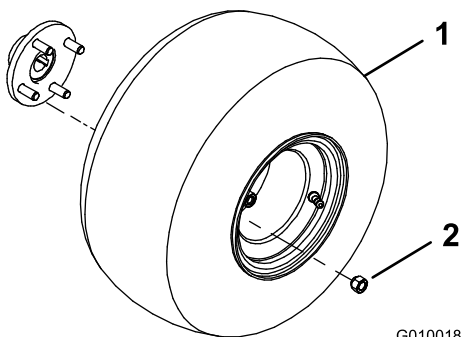

Figure 4
2. Fixez une roue sur chaque moyeu de roue arrière avec les 4 écrous de roue (Figure 4).